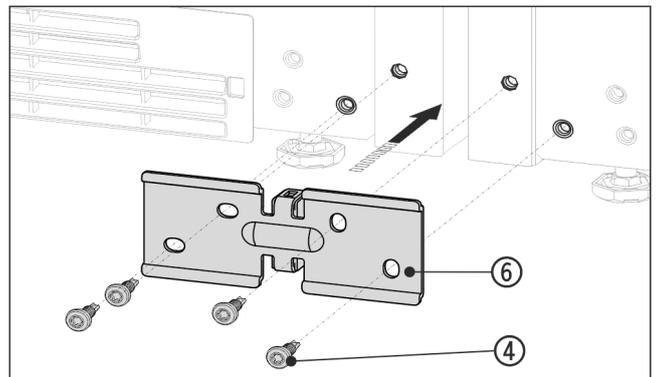

Fig. 12 例图
- ▶ 使用间隔垫片将角 Fig. 12 (6) 推入设备之间, 并使用四颗螺栓 Fig. 12 (4) 旋松。